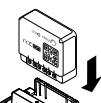

figure 1
① Coupez l'alimentation générale du tableau électrique.
② Dévissez les bornes du module que vous souhaitez raccorder.
③ Insérez le module dans le boîtier Rail DIN en respectant le sens d'introduction du module, le boîtier doit se situer à gauche (voir figure 1). Vérifiez que les bornes sont bien dévissées et veillez à ne pas plier les broches situées à l'intérieur du boîtier.
① Cut the power supply of the electrical panel.
② Unscrew the relay switch terminals you want to connect.
③ Insert the relay switch on the DIN Rail Box while respecting the direction of insertion of the relay switch, the terminal block must be located on the left (see figure 1). Make sure the terminals are well unscrewed and take care to not fold the pins located inside the DIN Rail Box.